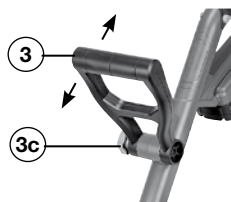

FIG 5
#### Para ajustar el mango auxiliar (FIG 5)
- Conecte el cargador (11) a una fuente de energía de 120 voltios de CA. La luz indicadora verde en el cargador se iluminará, confirmando que está encendido.
- Conecte el cargador a la batería (5) como se muestra en la FIG 5. La luz roja en el cargador se encenderá, indicando que la batería se está cargando. Mientras tanto, las luces indicadoras de energía (5b) en el paquete de batería parpadearán, indicando el estado de carga.